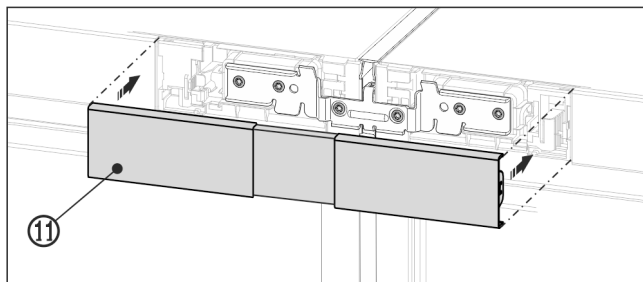

Fig. 23 Shembull ilustrues
- ▶ Futni me ngecje kapakun mbulues Fig. 23 (11) të sipërm në hapësirën e ndërmjetme ende të hapur të të dy shiritave të paneleve të komandimit. Bëni kujdes që anët e jashtme të kapakut mbulues të mbyllen rrafsh me shiritin e panelit të komandimit.